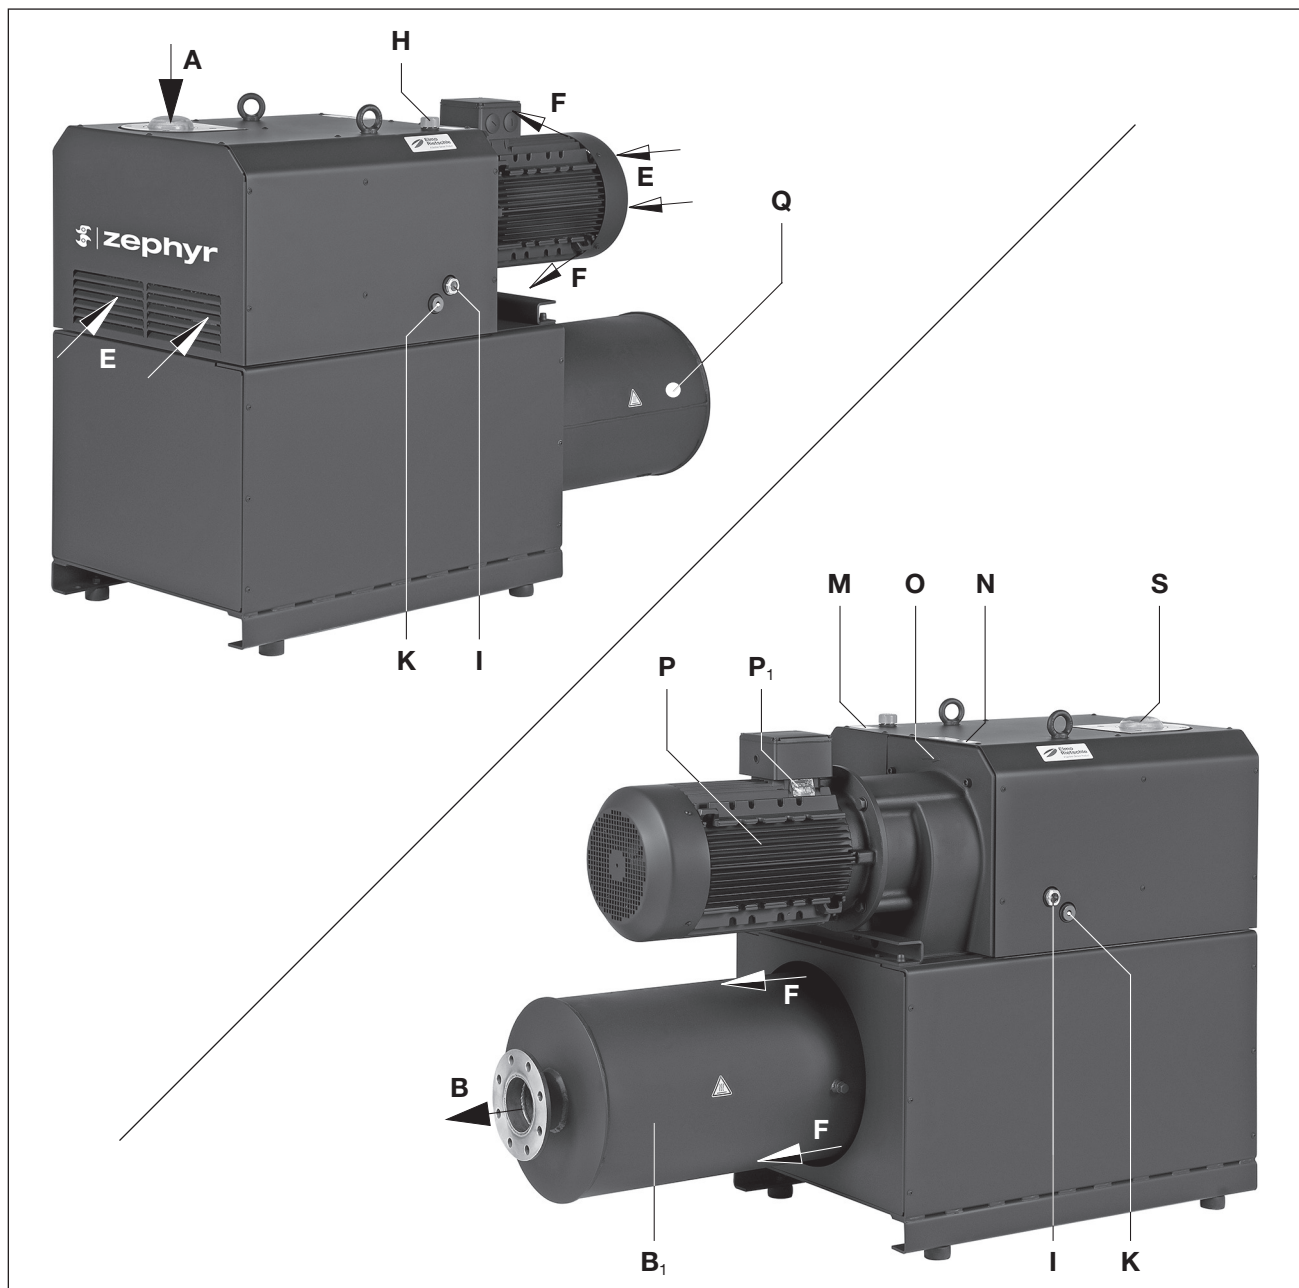

Fig. 2 Pompe à vide C-VLR 1000
Le type C-VLR 1000 est doté côté aspiration d'une bride de raccordement et côté surpression d'un silencieux de refoulement. (fig. 2/B₁). L'air aspiré est purifié grâce à un filtre crépine (fig. 2/S).
Le VLR 1000 se trouve sous un capot insonorisant. Afin de dissiper la chaleur de compression, l'air de refroidissement est soufflé entre le compresseur et le capot par le biais d'un ventilateur aspirant l'air frais de refroidissement (fig. 2/E) et refoulant l'air chaud à la sortie de l'air de refroidissement (fig. 2/F).
Le point de remplissage d'huile (fig. 2/H), les voyants d'huile (fig. 2/I) et les points de vidange d'huile (fig. 2/K) doivent être facilement accessibles.
Les entrées (fig. 2/E) et sorties (fig. 2/F) d'air de refroidissement doivent être espacées des parois avoisinantes d'au moins 30 cm. L'air de refroidissement refoulé ne doit pas être réaspiré.
Pour faciliter la maintenance, il convient de prévoir un dégagement d'au moins 40 cm devant le filtre crépine (fig. 2/S).
- a) Retirer les feuilles au raccord du vide (fig. 2/A) et placer le filtre crépine (fig. 2/S) face bombée vers le haut.
- c) L'air aspiré peut être refoulé soit au silencieux de refoulement à (fig. 2/B) soit à la bride via une conduite.
- a) Verser l'huile de lubrification pour pignons et paliers (pour le type d'huile approprié, voir la rubrique « maintenance ») par les points de remplissage d'huile (fig. 2/H) jusqu'à la moitié des voyants d'huile (fig. 2/I).
- a) Les données électriques du moteur sont indiquées sur la plaque signalétique de l'appareil (fig. 2/N) ou sur celle du moteur (fig. 2/P₁). Les moteurs sont conformes à la norme DIN EN 60034 et ils sont exécutés dans la classe de protection IP 55 et la classe d'isolation F. Le schéma de raccordement se trouve dans la boîte à bornes du moteur (ceci ne concerne pas les exécutions avec prise). Vérifier que les données électriques du moteur sont bien compatibles avec le réseau (type de courant, tension, fréquence, intensité admissible).
En fonctionnement normal, les températures de surface pour les éléments (fig. 2/Q) peuvent dépasser les 70°C.